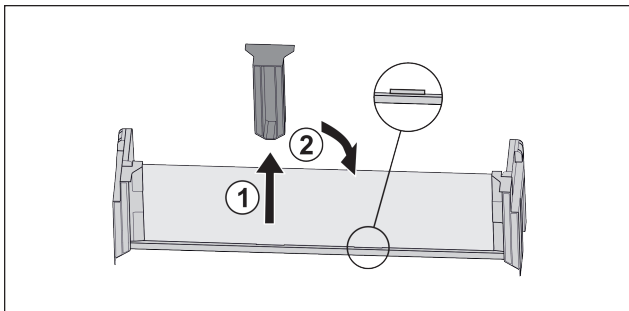

Fig. 103
- Desprindeți piesa de susținere intermediară Fig. 103 (1).
- Introduceți piesa de susținere intermediară la a doua poziție Fig. 103 (2).